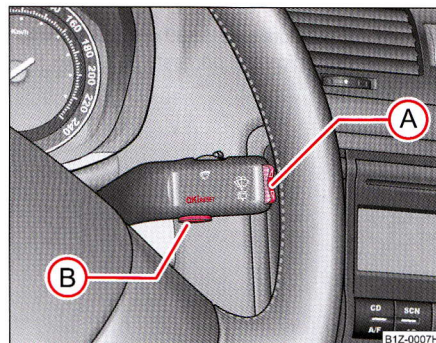

Fig. 9 Indicatorul multifuncțional:
- Apăsați tasta **(B)** ⇒ fig. 9 - pe display apare **Speed warning 50 km/h (Avertizare la 50 km/h)**.